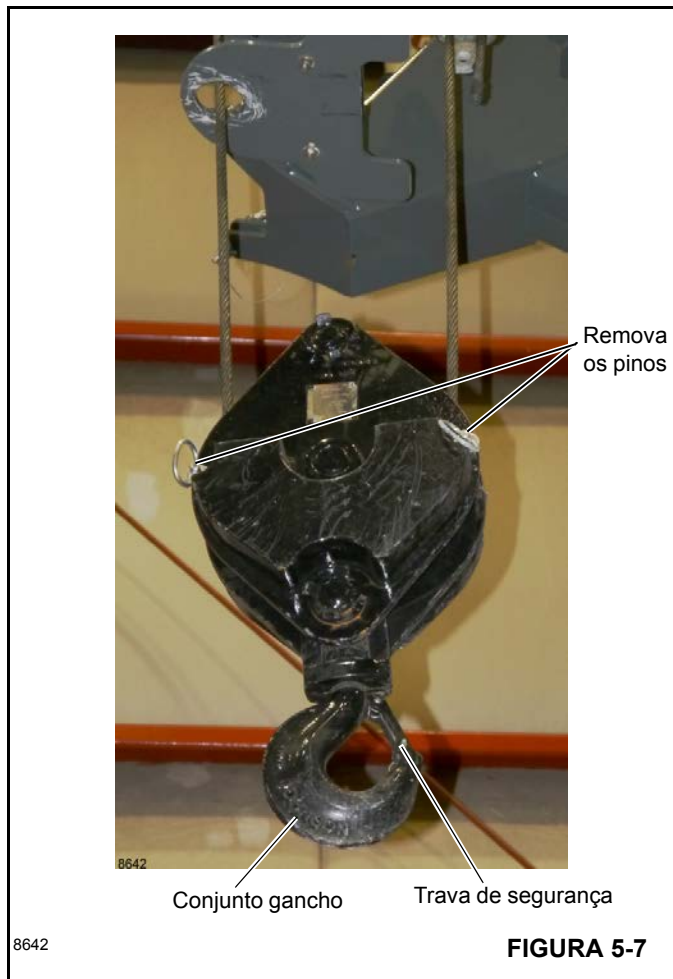

FIGURA 5-7
Assegure-se de que a trava de segurança do conjunto do gancho Figura 5-7 não seja danificada.
3. Remova os dois pinos como indicado na Figura 5-7.
1. Remova os pinos e o conjunto do gancho do conjunto do moitão. Consulte a Figura 5-7.